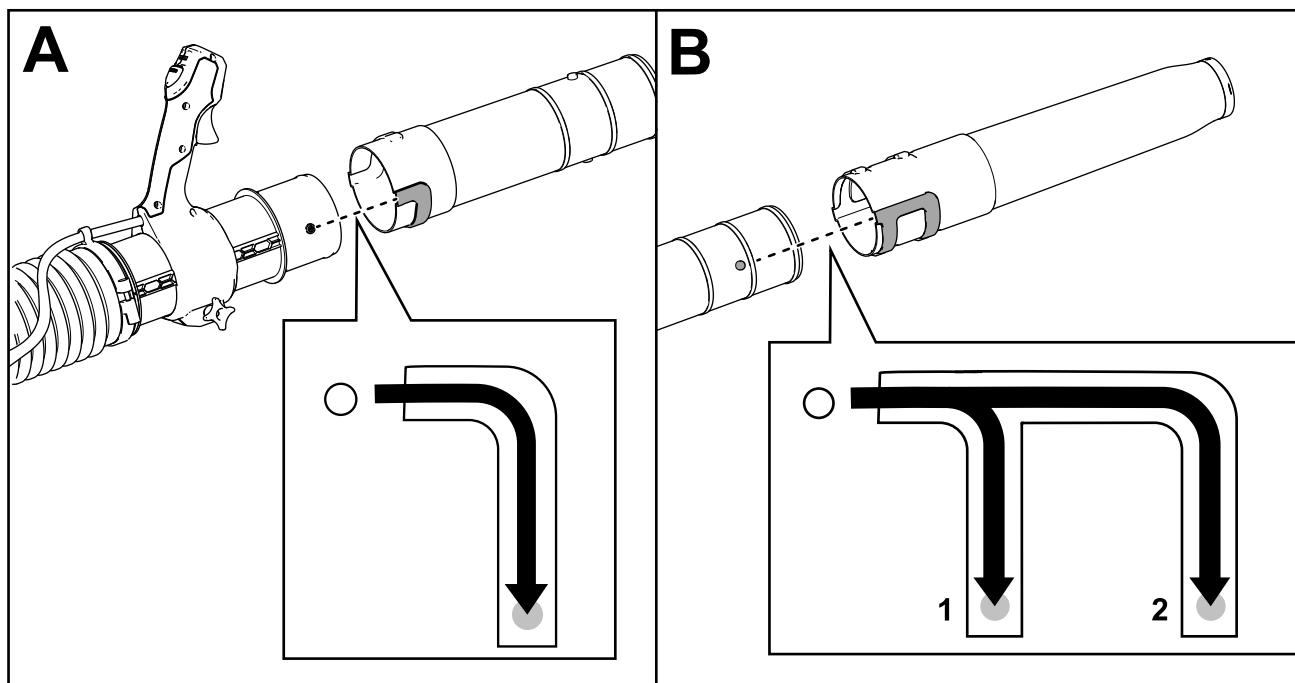

Figura 3
1. Deslice las ranuras de la sección de tubo central del soplador sobre las clavijas del cilindro del tubo del soplador, y gire la sección central para sujetarla (Figura 3, A).
2. Coloque las ranuras de la sección de la tobera sobre las clavijas de la sección central y gire la tobera para sujetarla (Figura 3, B).